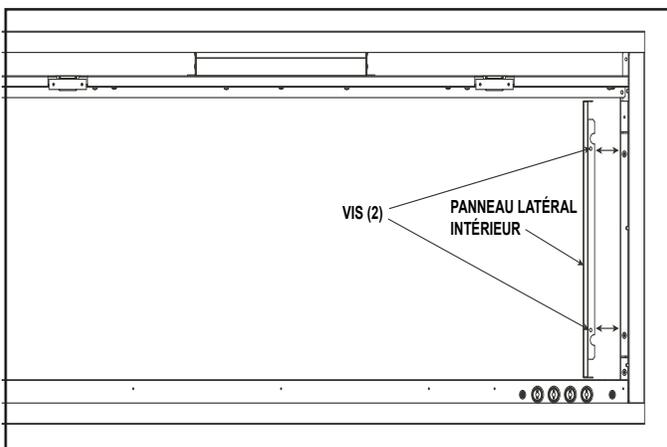

Figure 4.2 Panneaux latéraux intérieurs couvrant les points de fixation pour le montage encastré en 51 X 152 mm (2 X 6 po). Charpente
3. Retirez les panneaux latéraux intérieurs à gauche et à droite de l'appareil en retirant les deux (2) vis. Voir la figure 4.2.